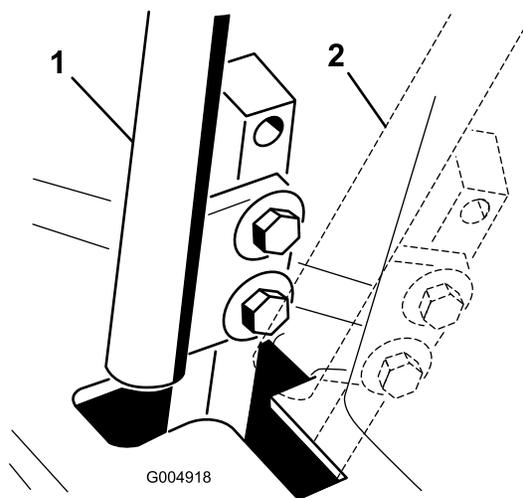

Figura 50
4. Desloque a alavanca para a posição de PONTO-MORTO, mas não **bloqueada** (Figura 50).
6. Verifique onde é que a alavanca de controlo está relativamente ao entalhe na consola (Figura 50).